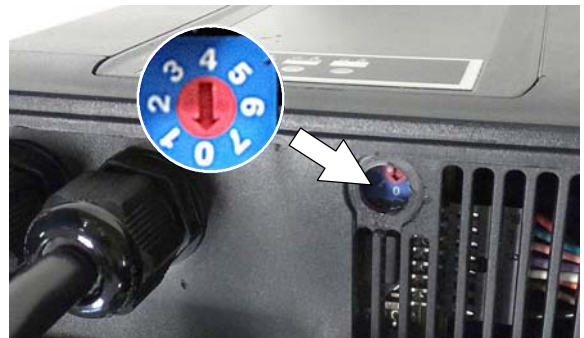

РИС. 118
6. С помощью маленькой обычной отвертки поверните регулятор в соответствии с типом батареи, приведенным в таблице (Рисунок 118).